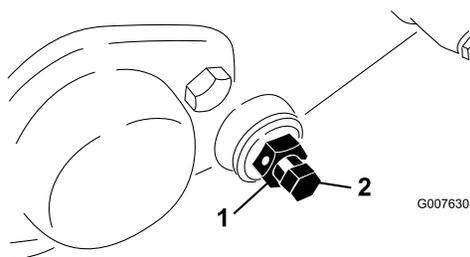

Figura 49
3. Desaperte a porca de bloqueio que segura a cavilha da barra de apoio, em cada um dos lados da máquina (Figura 49).
4. Remova cada uma das cavilhas da barra de apoio, de modo a permitir puxá-la e retirá-la da máquina. Guarde as duas anilhas de nylon e as duas anilhas de aço prensado de cada uma das extremidades da barra de apoio (Figura 49).